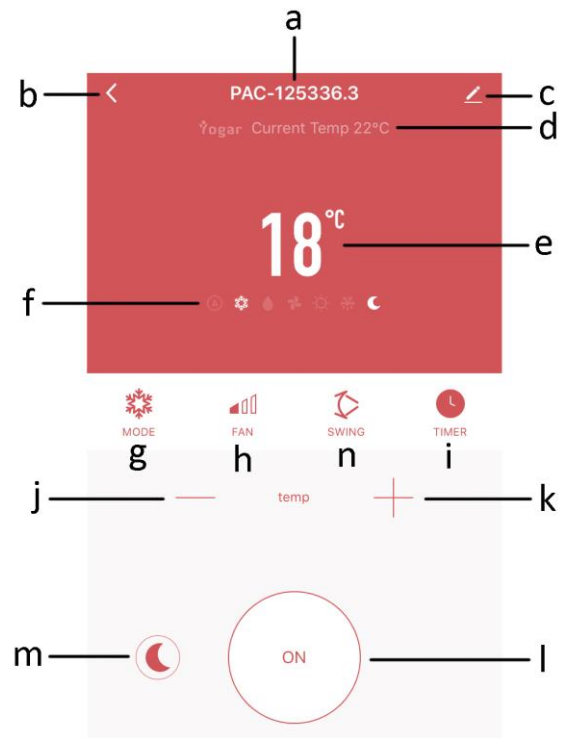

Fig.4
- Vous pouvez maintenant faire fonctionner le climatiseur dans l'interface ci-dessous (Fig.4). Appuyez sur le bouton correspondant pour régler votre appareil. Dans la sélection du mode et de la vitesse de ventilation, vous verrez les mêmes options que celles qui se trouvent sur le panneau de contrôle de l'appareil.